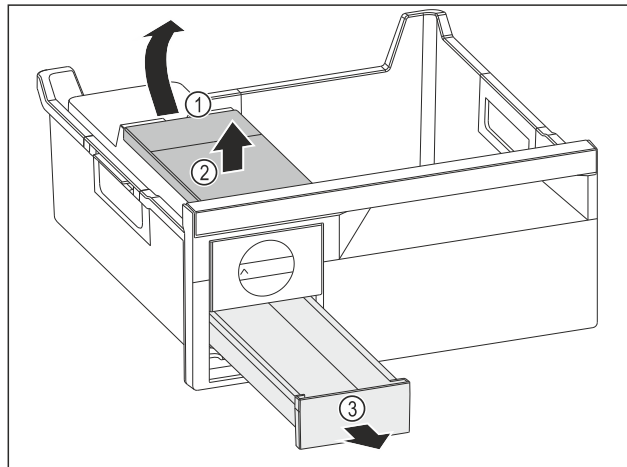

Fig. 77
- Wassertank entnehmen: Wassertank an der Aussparung Fig. 77 (1) anheben.
- Wassertank Fig. 77 (2) nach oben entnehmen.
- Eiswürfelschubfach Fig. 77 (3) nach vorne entnehmen.